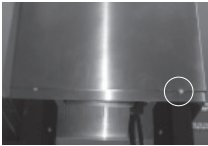

Fig. 3
- Schuif het onderste telescoopkanaal voorzichtig over het bovenste telescoopkanaal in de hoogste stand. Draai twee schroeven iets uit en laat het onderste telescoopkanaal hierop rusten (fig. 3).